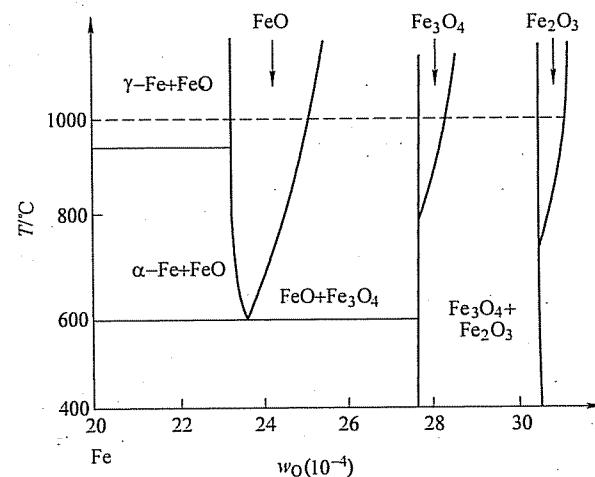

图 12-1 第七题第 2 小题图
2. (10 分) 试利用图 12-1 所示 $\text{Fe}-\text{O}$ 相图分析纯铁在 1000°C 氧化时氧化层内的组织与氧浓度分布规律, 画出示意图。